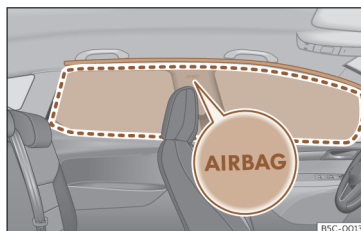

Abb. 33 Einbauort der Kopfairbags
>>> (Abb. 33) und ihre Einbauorte sind mit dem Schriftzug „AIRBAG“ gekennzeichnet.
>>> (Abb. 33). Deshalb dürfen in diesen Bereich niemals Gegenstände abgelegt oder befestigt werden >>> ⚠.
- Stellen Sie sich, dass Kinder richtig in ihren Sitzen sitzen und ihren Kopf nicht in den Entfaltungsbereich der Kopfairbags halten >>> (Abb. 33), da sie beim Auslösen der Airbags von diesen getroffen werden und schwere Verletzungen erleiden könnten.